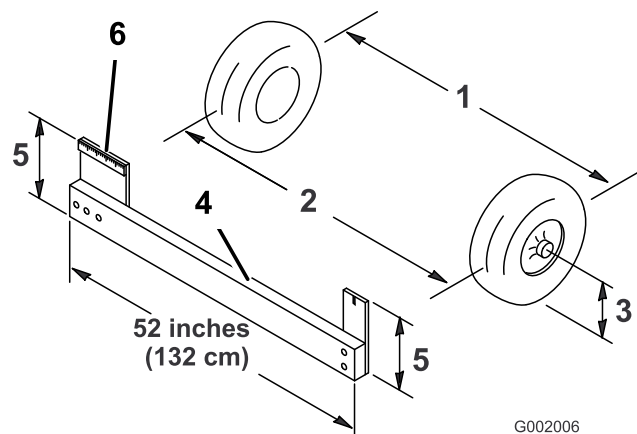

Figura 61
4. Misurate la distanza tra i pneumatici anteriori all'altezza dell'assale, davanti e dietro le ruote anteriori (Figura 61). Per rilevare la misura posteriore dei pneumatici anteriori all'altezza dell'assale occorre un attrezzo o un calibro di allineamento; usate lo stesso attrezzo, o calibro di allineamento, per rilevare con precisione la misura anteriore dei pneumatici anteriori all'altezza dell'assale (Figura 61).